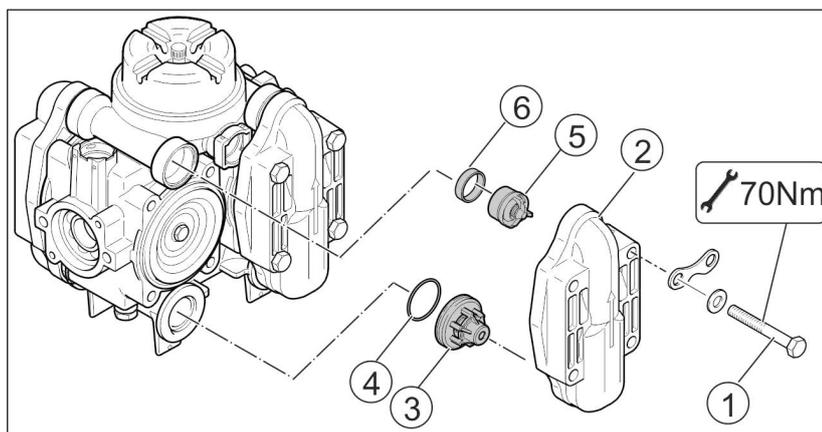

Fig. 203
2. Desserrez les vis (Fig. 203/1).
3. Enlevez le couvercle de soupape (Fig. 203/2).
4. Vérifiez la membrane du piston (Fig. 203/4) et la bague de calage (Fig. 203/5).
1. Serrez les vis (Fig. 203/3) et enlevez la membrane du piston (Fig. 203/4) avec la rondelle de retenue du piston.